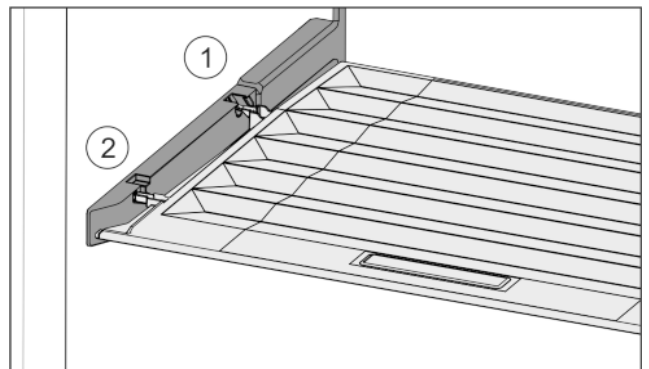

Fig. 34
- ▶ Deckelstege über Öffnung der hinteren Halterung Fig. 34 (1) einführen und vorne in Halterung Fig. 34 (2) einrasten.